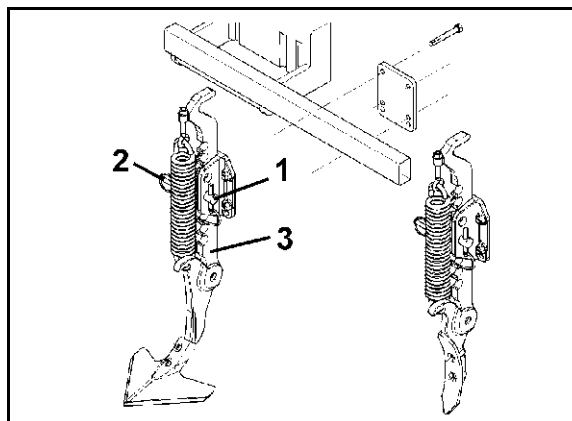

Fig. 36
3. Indstil arbejdsdybden ved at flytte bolten (Fig. 36/1) i sporløsnetændernes fortanding (Fig. 36/3) og sikr med ringsplit (Fig. 36/2).